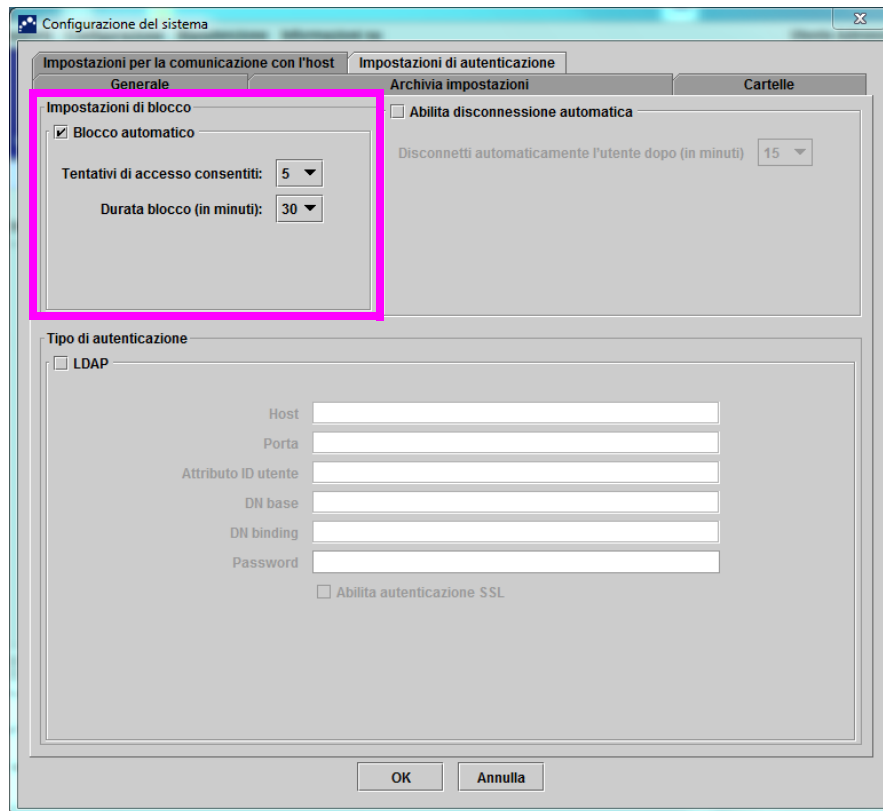

Figura 2-85. Impostazioni di autenticazione configurate per il blocco automatico
2. Fare clic sulla scheda **Impostazioni di autenticazione**; si aprirà la finestra delle informazioni relative alle impostazioni di autenticazione. Vedere la Figura 2-85.